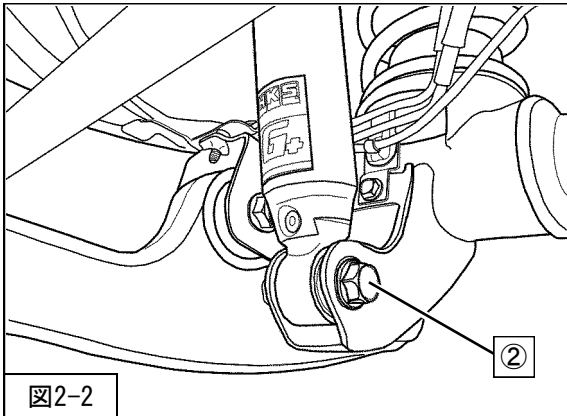

図2-2
3. ②フロントショックアブソーバASSYロア取付ボルト・ナットを仮締めして、フロントショックアブソーバASSYを車両に取付けてください。（図2-2）
4. ⑨フランジナット
②フロントショックアブソーバASSYロア取付ボルト・ナット（締付トルク：60N・m）
⑨フランジナット（締付トルク：35N・m）を本締めしてください。（図2-2・2-3）